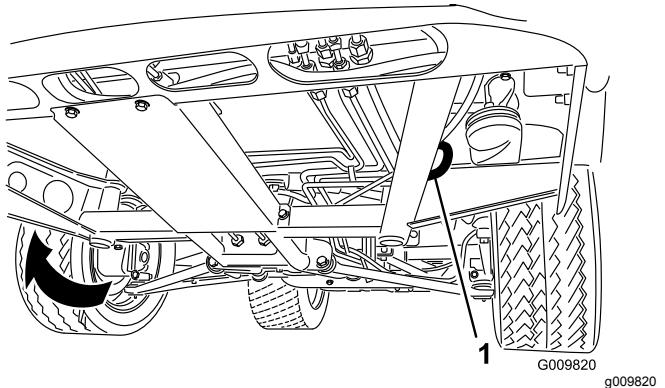
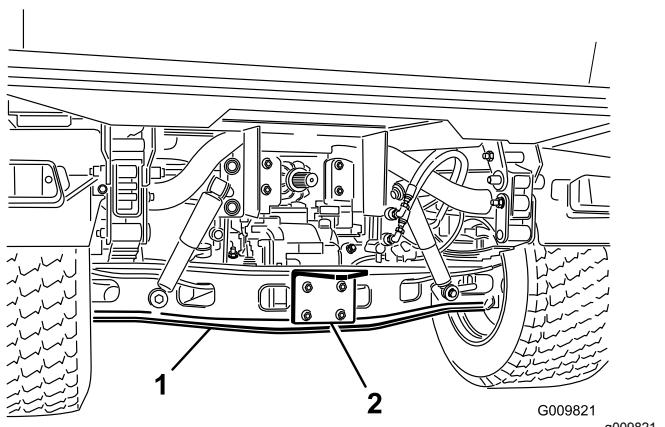

Figura 26
Figura 27
Consulte en Figura 26 y Figura 27 la ubicación de los puntos de amarre de la máquina.
1. Conecte un cable de remolque al punto de remolque, en la parte delantera del bastidor de la máquina (Figura 26).